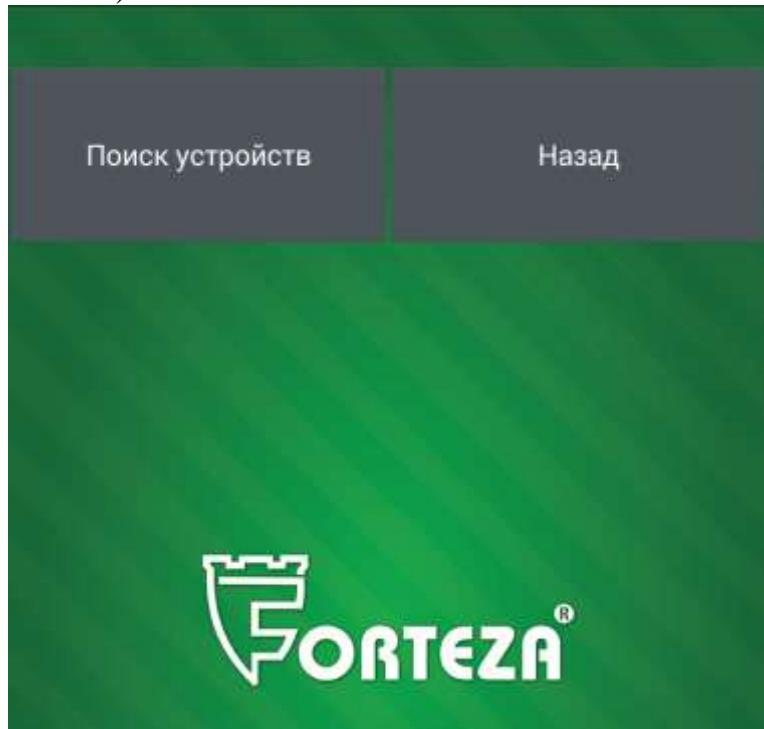

Рисунок 2.28
2.3.7.5.3 Выбрать тип подключения «Bluetooth» (рисунок 2.20). Bluetooth на Android устройстве автоматически включится и откроется окно программы (рисунок 2.28).